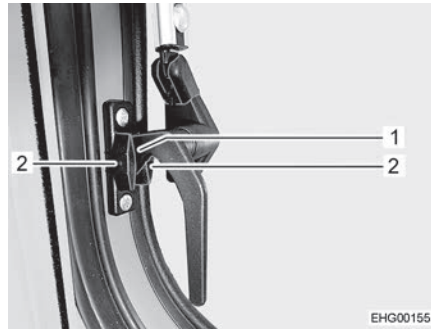

Fig. 42 Levier de verrouillage, latéral, (position "Aération permanente")
- Tourner les leviers de verrouillage latéraux d'un quart de tour vers le bas. Faire passer le tenon de verrouillage (Fig. 42,1) entre les deux moitiés du bloc de verrouillage.